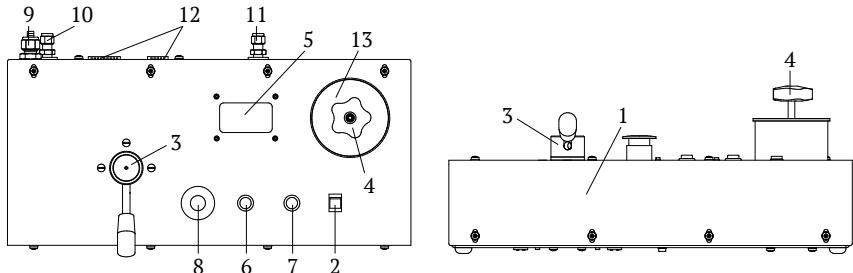

Рис. 2. Внешний вид пульта управления:
4.2 Внешний вид пульта управления показан на рис. 2.
4.7 Пульт управления состоит из корпуса 1 (Рис.2) изготовленного из стального листа и окрашенного порошковой эмалью. На пульте установлены: кнопка включения системы 2, рычаг переключения режимов работы 3, позволяющий переключать систему в режим предварительной накачки и в режим регулирования давления, так же установлен стакан 13 для рабочей жидкости и вентиль сброса давления 4. Информационный дисплей 5 предназначен для отображения текущего и установочно-максимального создаваемого давления системы. Дисплей не является СИ (является индикатором). Кнопки 6 и 7 позволяют вручную изменить максимальное давление в диапазоне 0...61 МПа. Кнопка 6 служит для понижения установочного давления, а кнопка 7 соответственно для его повышения (при длительном нажатии значение будет изменяться на 1 МПа, при коротком на 0.2 МПа). Кнопка аварийного отключения 8 служит для выключения системы при аварийной ситуации. В пульте управления установлена электронная плата управления, выпускной клапан, шаровый кран с датчиками положения, а сам пульт предназначен для управления всей системой и изменения режимов ее работы.
4.10 Режим предварительного создания давления (определяется положением рукоятки 3 (Рис. 2) пульта управления). Данный режим используется для заполнения присоединенных манометров или других гидравлических устройств, рабочей жидкостью, путем сжатия оставшегося в них воздуха. При отклонении джойстика от себя происходит включение движения штока насоса вперед, со скоростью пропорциональной величине отклонения, и рабочая жидкость вытесняется через выпускной клапан в систему и в подключенные манометры или другие устройства. При достижении штоком конечного положения возрастание давления на выходе системы прекращается и он автоматически возвращается в начальное положение (рукоятку джойстика отпускать не нужно) с максимальной скоростью (в этот момент происходит всасывание рабочей жидкости из стакана 13 (Рис. 2) в полость насоса через выпускной клапан). При достижении штоком начального положения, он автоматически начинает двигаться вперед возобновляя цикл повышения давления со скоростью определяемой положением джойстика. Далее процесс повторяется циклически. Количество циклов зависит от внутреннего объема присоединенных манометров или другого оборудования. При приближении давления в системе к необходимому, необходимо снизить скорость повышения путем уменьшения угла отклонения рукоятки джойстика. Затем полностью остановить поднятие давления отпустив джойстик, после чего происходит автоматический возврат штока в начальное положение. В данном режиме джойстик работает только от себя, т. е. на повышение давления.